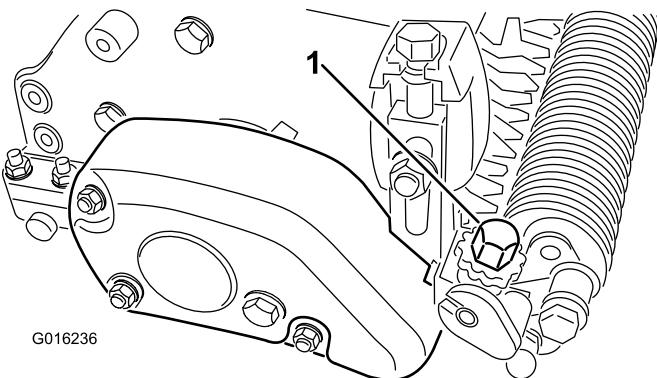

Figura 22
4. En un extremo del eje del acondicionador, mida la distancia desde la punta más baja de una de las cuchillas del acondicionador hasta la superficie de trabajo. Gire el pomo de ajuste de la altura del acondicionador (Figura 22) para elevar o bajar la punta de la cuchilla a la altura de acondicionado deseada. Cada muesca del